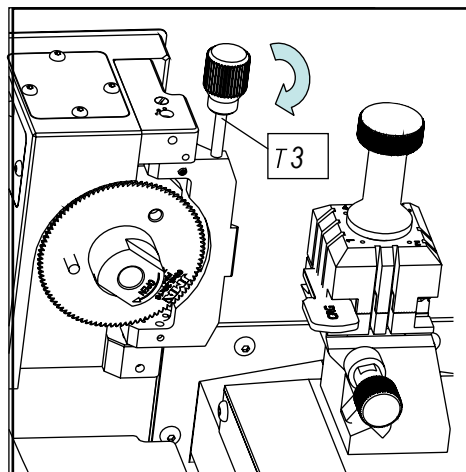

FIG. 18
- 1) Colocar el CRG (T2) en la mordaza MP1 en el lado 1. (Fig.18)